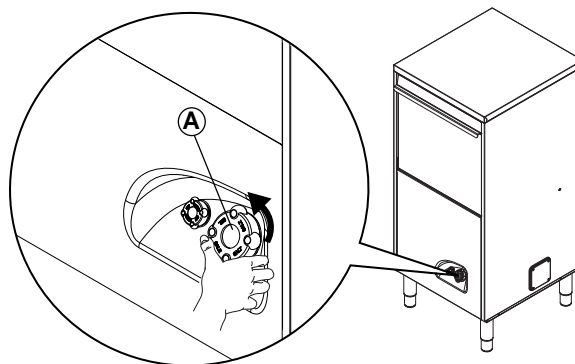

Fig. 23
- Dévisser le bouchon de la réserve à sel "A" (Fig. 23) en le tournant dans le sens inverse des aiguilles d'une montre.